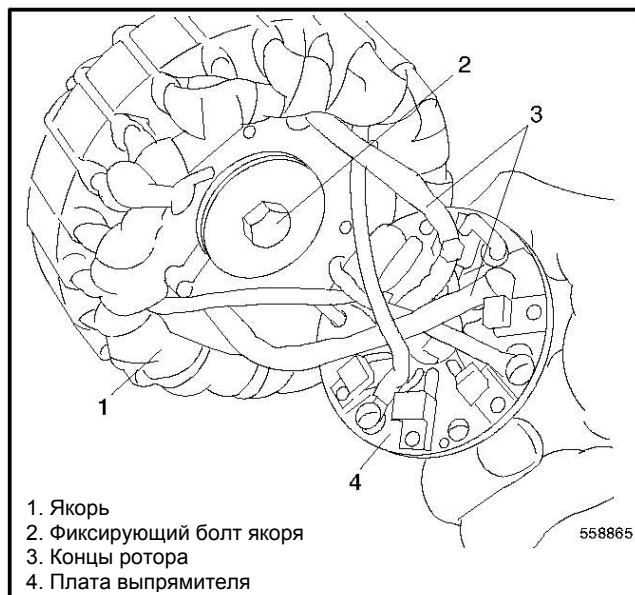

Рисунок 9-6 Снятие якоря
16. **Модели 8--32EOZD/6.5--27EFOZD:** Отсоединить концы ротора (главное поле) от зажимов (+) и (-) платы выпрямителя. Снять фиксирующий болт якоря и шайбу. См. Рисунок 9-6.
17. **Модели 8--32EOZD/6.5--27EFOZD:** Снять якорь с вала, выводя концы ротора через отверстия якоря. См. Рисунок 9-6.